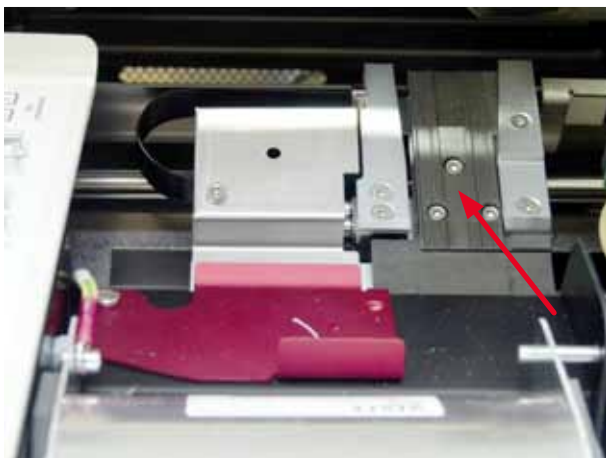

Рис. 49
- Станция транспортировки (→ "Рис. 49")
- По окончании очистки и перед использованием прибора обязательно закройте поворотную заслонку (→ "Рис. 49").